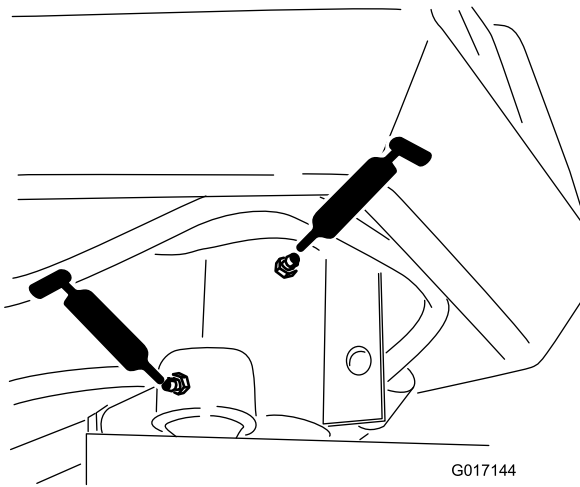

Bild 40
- Lenkgabelspindel (1) (Bild 40)
- Ende der Lenkzylinderstange (Bild 40)